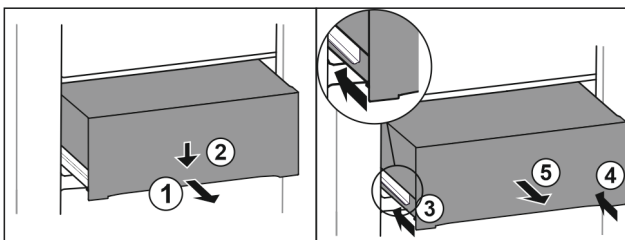

Fig. 82
- ▶ Lade er half uittrekken. Fig. 82 (1)
- ▶ Schuiflade aan de voorzijde omlaag drukken. Fig. 82 (2)
- ▶ Linker rail ca. 2 cm inschuiven. Fig. 82 (3)
- ▶ Rechter rail ca. 2 cm inschuiven. Fig. 82 (4)
- ▶ Lade naar voren toe verwijderen. Fig. 82 (5)